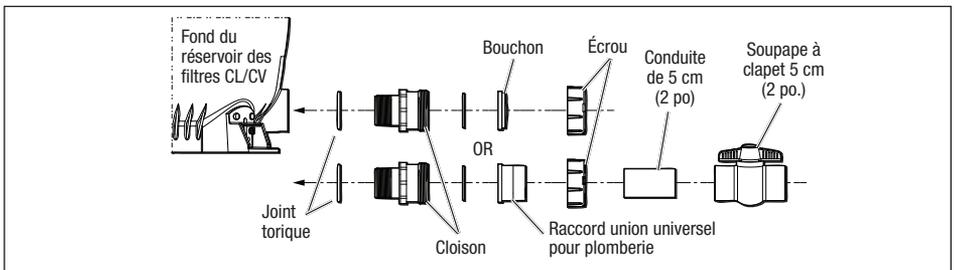

Figure 6. Configurations du drain des filtres à cartouche séries CL/CV Jandy
- Raccorder les tuyaux à l'aide des raccords unions fournis avec le filtre. *Ne pas utiliser du ruban en Téflon ou de la pâte à joint sur les raccords unions.* Poser les raccords unions secs et serrer à la main. Voir la Figure 6.
10. Si cela est souhaité, le drain du filtre CV peut être branchée à l'aide d'un raccord union universel Jandy. La plomberie doit comporter une soupape à clapet, tel qu'indiqué à la Figure 6.